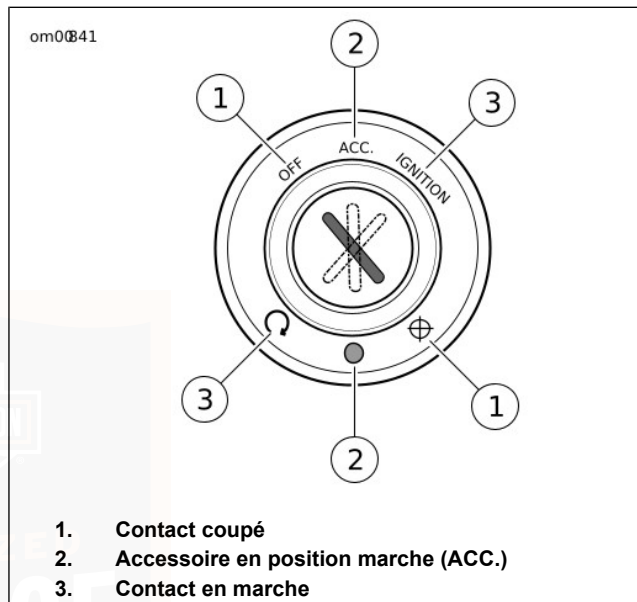

Figure 5. Contacteur à clé/phare : modèles Sportster
Voir Figure 5. Le contacteur à clé/phare commande les fonctions électriques de la moto.
2. Voir Figure 5. Mettre le contacteur à clé/phare en position allumage (IGNITION) et appuyer sur le commutateur du DÉMARREUR pour mettre en route le moteur du démarreur.
2. Voir Figure 5. Tourner la clé de contact vers la position arrêt (OFF) pour couper le contact.